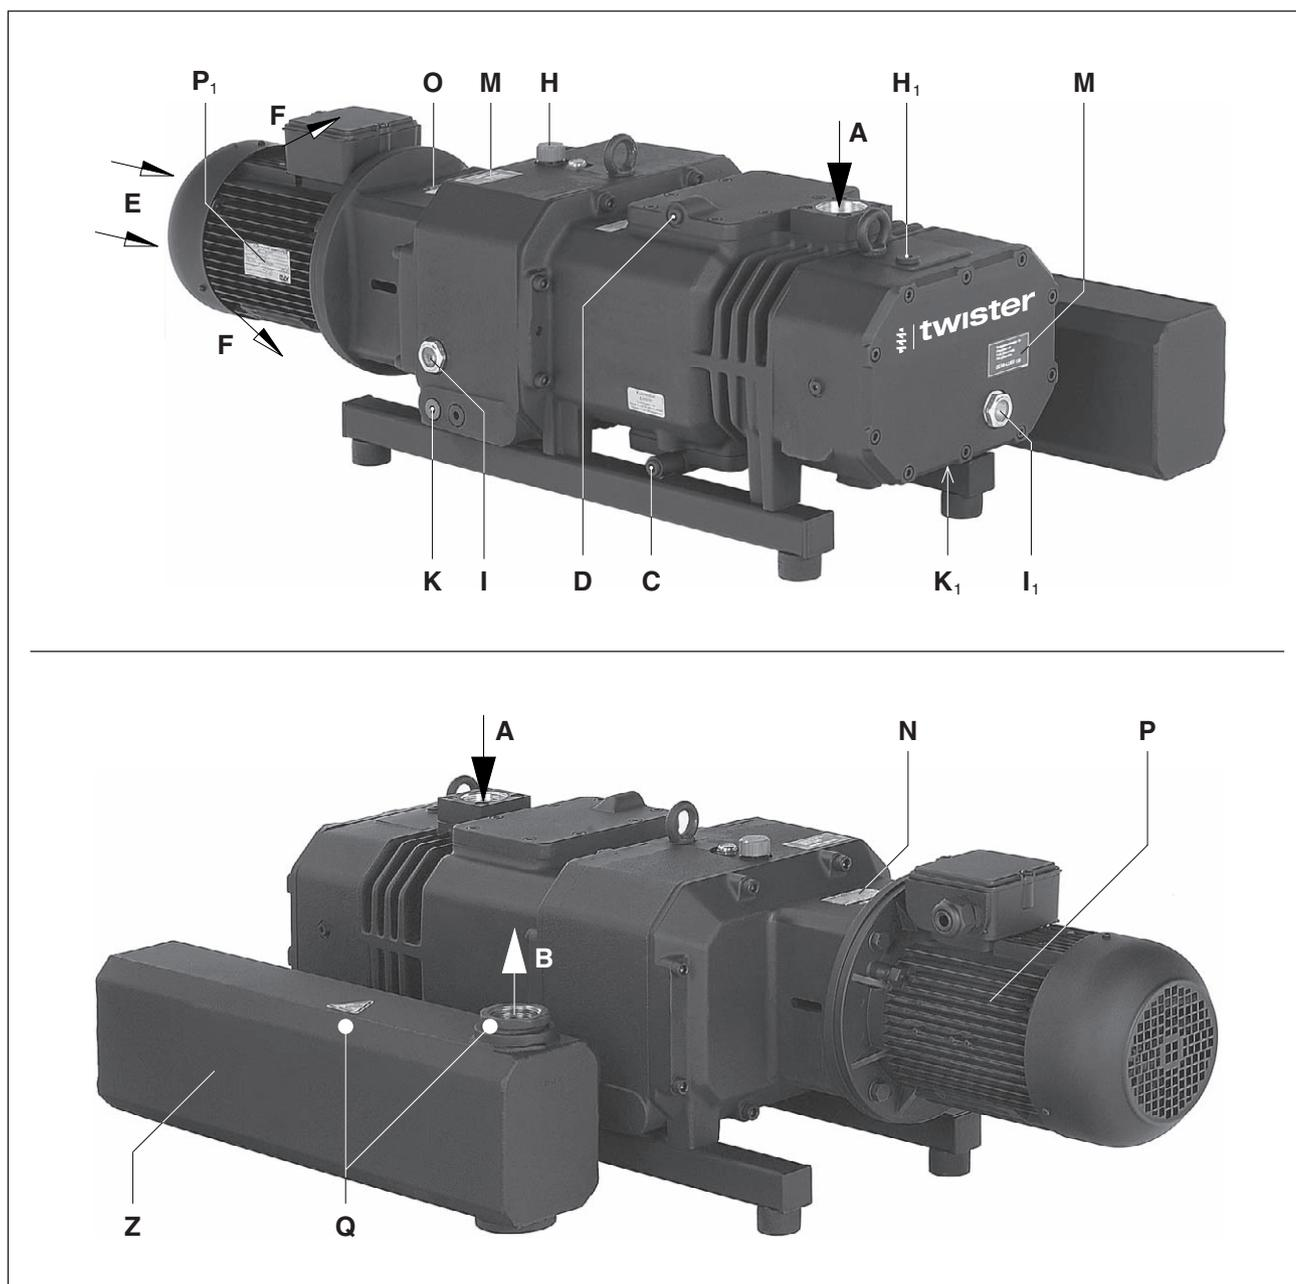

Fig. 2 Pompa per vuoto S-VSI 100
Riempimento olio (Fig. 2/H, H1), finestrelle ispezione olio (Fig. 2/I, I1) e scarichi olio (Fig. 2/K, K1), ingresso acqua di raffreddamento (Fig. 2/C) e uscita acqua di raffreddamento (Fig. 2/D) devono essere facilmente accessibili.
Gli ingressi (Fig. 2/E) e le uscite (Fig. 2/F) dell'aria di raffreddamento devono avere una distanza di almeno 30 cm dalle pareti vicine. L'aria di raffreddamento fuoriuscita non deve essere riaspirata.
- a) Collegamento vuoto (Fig. 2/A).
- b) L'aria aspirata può essere eliminata attraverso il silenziatore allo scarico (ZSZ) (Fig. 2/B) o eliminata mediante tubature.
**L'apertura dell'aria di scarico (Fig. 2/B) non deve essere chiusa né ristretta.**
- a) Collegare la mandata dell'acqua di raffreddamento all'ingresso dell'acqua (Fig. 2/C) e lo scarico dell'acqua di raffreddamento all'uscita dell'acqua di raffreddamento (Fig. 2D).
- a) Riempire con olio lubrificante (tipi adatti vedi “Manutenzione”) per le ruote dentate e i cuscinetti attraverso i riempimenti (Fig. 2/H, 2/H1) fino a metà delle finestrelle di ispezione (Fig. 2/I, 2/I1).
- a) I dati elettrici del motore sono indicati sulla targhetta dati (Fig. 2/N) o sulla targhetta dati motore (Fig. 2/P1). I motori sono conformi a DIN EN 60034 e sono eseguiti con classe di protezione IP 55 e classe isolamento F. Lo schema di collegamento è situato nella morsettiera del motore (non si applica nella versione con collegamento a spina). I dati del motore devono essere confrontati con quelli della rete di alimentazione usata (tipo corrente, tensione, frequenza di rete, amperaggio ammesso).